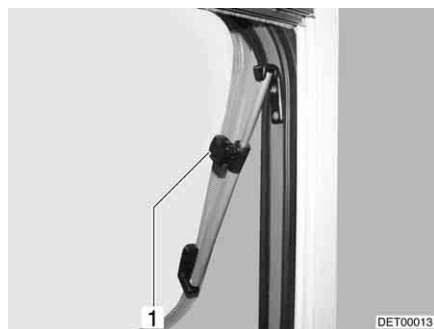

Bild 94 Ausstellfenster mit Dreh-Aussteller
- Das Ausstellfenster bis zur gewünschten Stellung öffnen und mit Rändelknopf (Bild 94,1) feststellen.
- Rändelknopf (Bild 94,1) drehen, bis die Arretierung freigegeben wird.